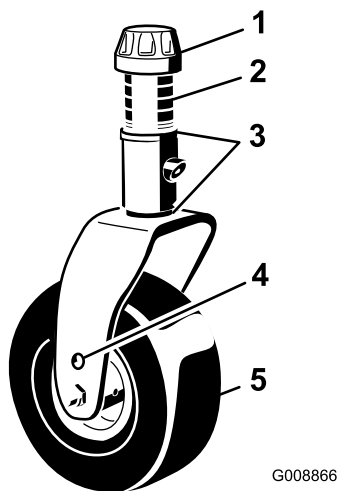

Bild 20
1. Stecken Sie die Laufradachsen in allen Laufradgabeln in die gleichen Löcher (Bild 20 und Bild 22).
2. Entfernen Sie die Spannkappe von der Spindelwelle und ziehen die Spindel aus dem Laufradarm heraus (Bild 20).